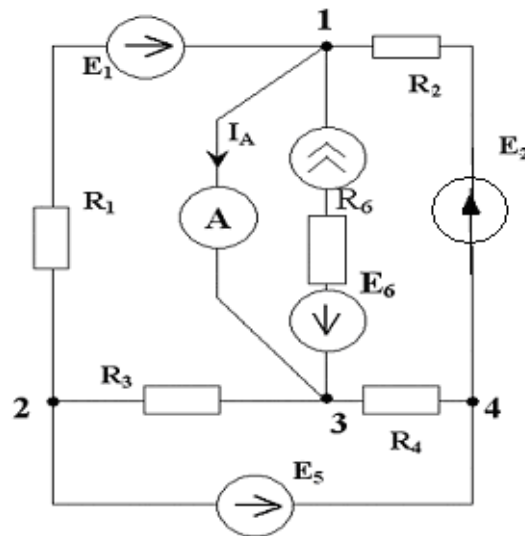

Рис. 4
7. В соответствии с требованием 5^{ого} пункта задания параллельно ветви с источником тока включаем идеальный амперметр (рис.4). Его можно считать нагрузкой активного 2^x -полюсника (случай короткого замыкания его зажимов “1” и ”3”).